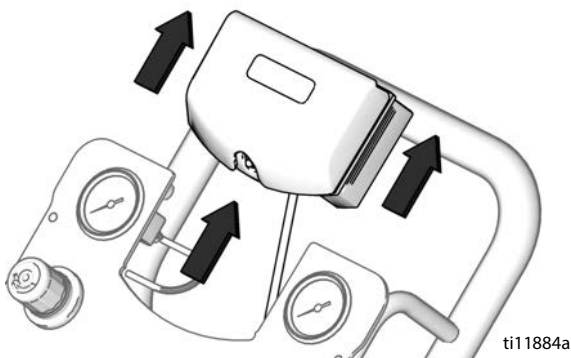

Рис. 11. Извлечение модуля DataTrak
- Снимите модуль DataTrak с кронштейна. См. Рис. 11. Переместите модуль с прикрепленным кабелем во взрывобезопасную зону.